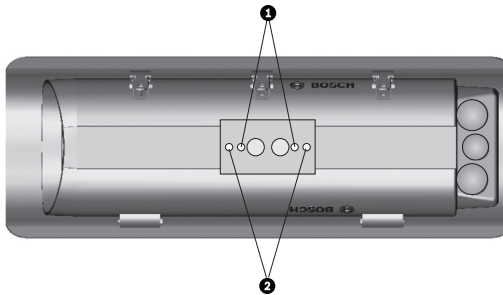

Figura 5.1 Orificios de rosca para el montaje con conexiones posteriores o para el cableado de alimentación directa.
2. El conjunto de orificios roscados de 1/4-20 situados más hacia el exterior se utiliza para el montaje en soportes de alimentación directa, y los orificios de 1/4-20 que se encuentran más hacia el interior están destinados al montaje en todos los demás soportes y posicionadores. Consulte la *Figura 5.1*.